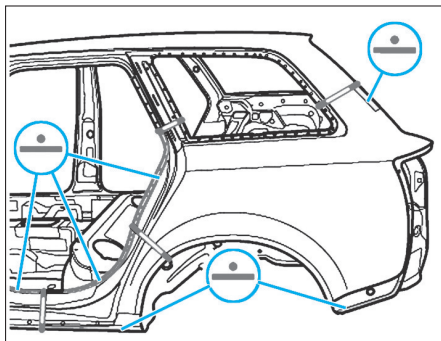

FIG. 49
- Souder le panneau latéral, soudure par points en ligne continue (Fig.49).